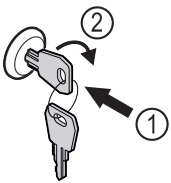

Fig. 121
- ▶ Schlüssel hineindrücken Fig. 121 (1).
- ▶ Schlüssel um 90° im Uhrzeigersinn drehen Fig. 121 (2).